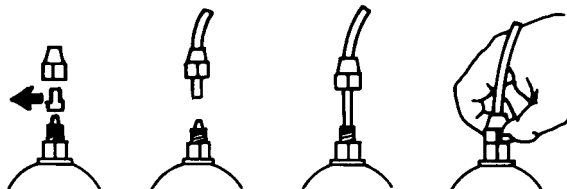

Fig. 7
e.- Sfilare la due capsule di protezione dai raccordi, inserire fino in fondo i tubetti sui relativi attacchi conici e bloccarli con le apposite ghiere di fissaggio (Fig. 7).